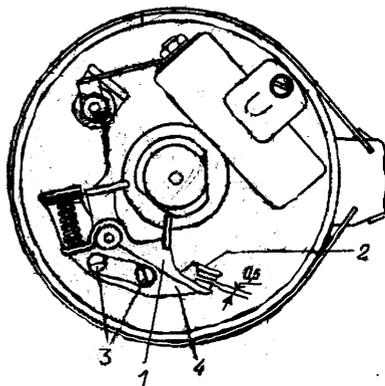

Рис. 37 Прерыватель:
3. Включить 3 передачу и вращать заднее колесо до наибольшего размыкания контактов 1 и 2 (рис. 37)